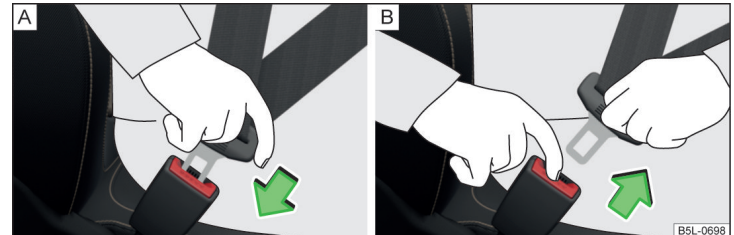

Abb. 18 Sicherheitsgurt anlegen / ablegen
- › Die Schlosszunge in das zum Sitz gehörende Gurtschloss » Abb. 18 - [A] stecken, bis diese hörbar einrastet.
- › Die Schlosszunge fassen und die rote Taste im Gurtschloss drücken » Abb. 18 - [B], die Schlosszunge springt heraus.